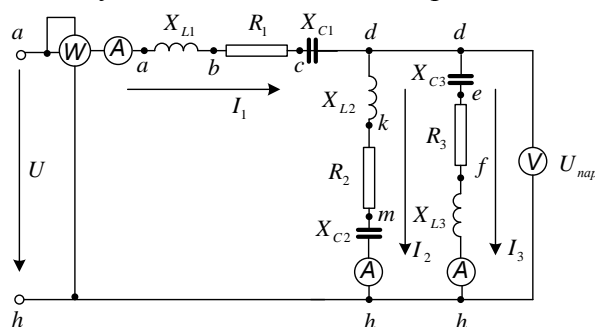

Рис. 1.1
1. По базе данных для своего варианта определить параметры электрической цепи (рис. 1.1), питающей от сети синусоидального тока с напряжением U .